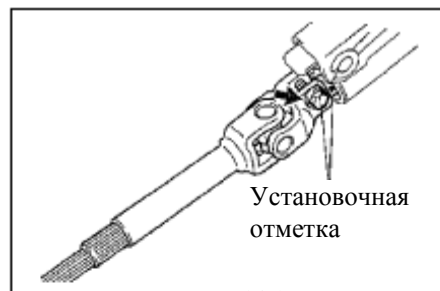

Рис. 235
- (1) Нанесите метки для обозначения взаимного расположения верхнего и нижнего валов(рис. 235).
- (2) Открутите болт и снимите промежуточный вал.